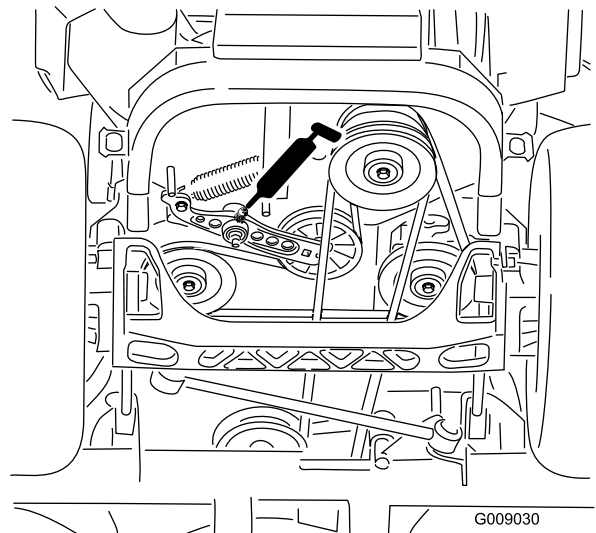

Figure 42
4. Graissez le bras de la poulie de tension de la courroie d'entraînement (Figure 42).